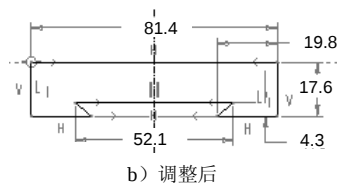

图 5.2.31 尺寸位置调整
③ 按下“尺寸显示的开/关”按钮, 并将草图的尺寸移动至适当的位置, 如图 5.2.31 所示。
④ 将符合设计意图的“弱”尺寸转换为“强”尺寸。